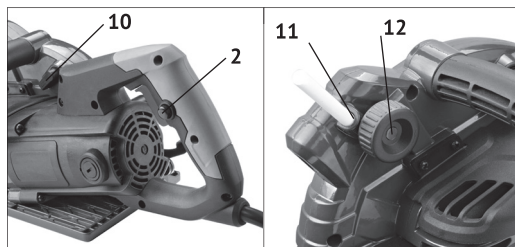

рис.1
-отведите подвижный защитный кожух (рис.1 поз.9) и зафиксируйте его в открытом положении с помощью фиксатора положения подвижного защитного кожуха (рис.1 поз.10);
-с помощью крестовой отвёртки открутите один из прижимных винтов окна доступа к шпинделю, ослабьте второй винт и отведите в сторону крышку окна доступа к шпинделю (рис.1 поз.13);
-нажмите на кнопку стопора шпинделя (рис.1 поз.3) – это позволит зафиксировать шпиндель от проворачивания. Воспользовавшись специальным ключом, открутите фиксирующий болт пильного диска (рис.1 поз.4) против направления движения часовой стрелки, снимите прижимной фланец и поочерёдно снимите рабочие диски со шпинделя;
- включение/выключение пилы осуществляется нажатием на кнопку блокировки включения (рис.1 поз.2) и последующим нажатием на выключатель (рис.1 поз.1);
- для настройки требуемой глубины пропила ослабьте фиксатор (рис.1 поз.5) и, удерживая основание пилы, движением корпуса пилы вверх или вниз установите необходимую глубину пропила и затяните фиксатор.
- для настройки требуемого угла пропила ослабьте фиксатор (рис.1 поз.6) и, удерживая основание пилы, движением корпуса пилы вправо установите необходимый угол пропила и затяните фиксатор;
- вставьте упор в соответствующий паз в передней части основания пилы и зафиксируйте его на необходимой величине с помощью фиксирующего болта (рис.1 поз.7).
- включение лазерной индикации линии пропила производится нажатием на выключатель (рис.1 поз.8).
-при распиловке мягких цветных металлов и стали рекомендуется использовать смазочный стикер, осуществляющий смазку рабочих дисков в процессе пиления. Установите смазочный стикер в окно подачи (рис.1 поз.11) и регулируйте подачу стикера с помощью ролика движения (рис.1 поз.12).